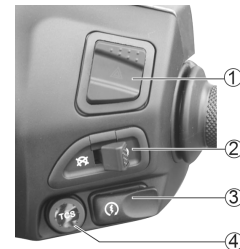

Abb. 6
Warnleuchte Schalter ① (Abb. 6)
Schalter zum Abschalten der Flamme ② (Abb. 6)
Schalter für den elektrischen Start ③ (Abb. 6)
TCS ④ (Abb. 6)